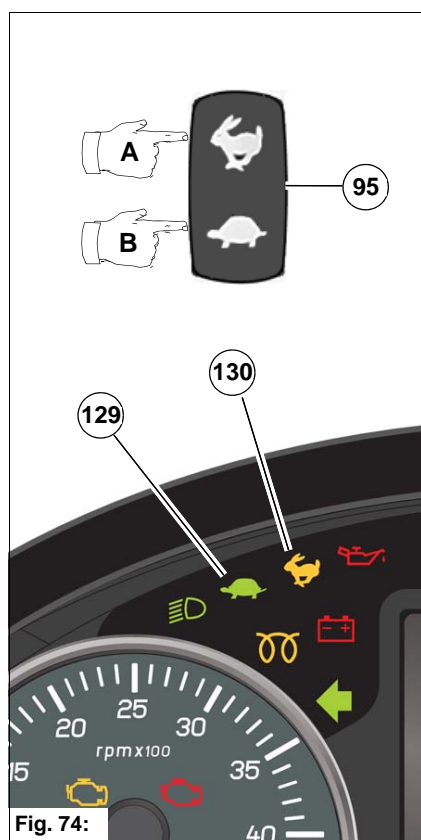

Fig. 74:
- Press 1 x hare **Fig. 74-A**.
- Press 1 x tortoise **Fig. 74-B**.